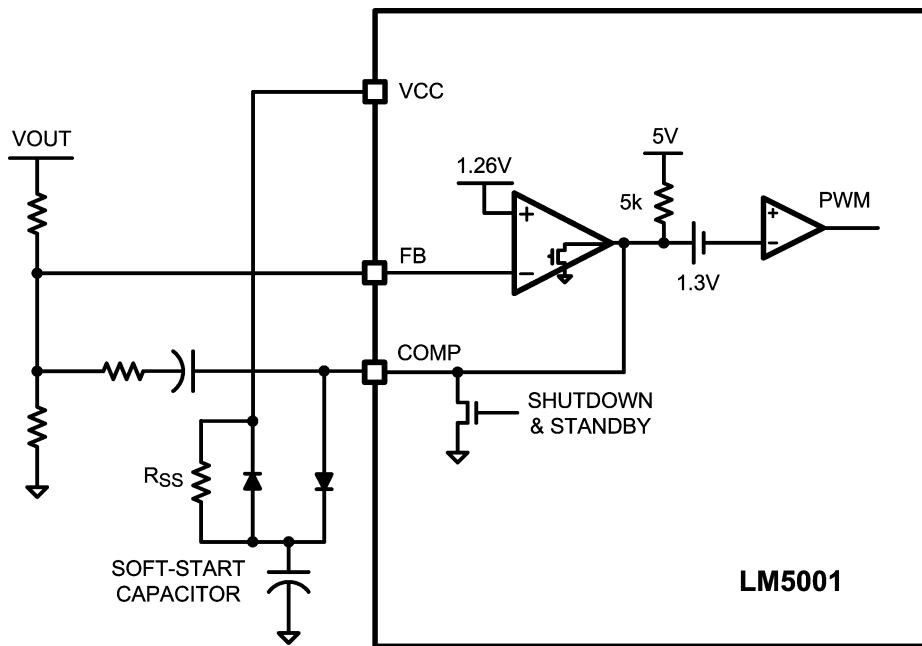

FIGURE 5. Soft-Start
最大接合部温度を超えた場合にICを保護する目的でサーマル・シャットダウン回路が内蔵されています。接合部温度スレッシュホールドの165に達すると、レギュレータは強制的に低電力スタンバイ・モードに強制され、VCCレギュレータを除くすべての機能をディスエーブルにします。熱ヒステリシスによってICがクールダウンされ、その後再度イネーブルされます。VCCレギュレータはこの間も機能し続けるため、サーマル・シャットダウン状態からのソフトスタートが要求される場合は、Figure 5に示すソフトスタート回路を追加する必要があります。
ソフトスタート (SS) は、Figure 5 に示すように、ダイオードを介して COMP に接続されている外付けのコンデンサによって実現できます。シャットダウンやスタンバイ・モード時に、COMP の放電用 MOSFET が導通し、COMP 電圧を PWM オフセット (1.3V) 未満に保ち、それによって PWM パルスを抑止します。EN ピンが 1.26V のスタンバイ・スレッシュホールドを超えると、エラー・アンプが COMP 電圧を上げようとして、エラー・アンプ出力では電流のシンクだけが行われるため、内部 COMP プルアップ抵抗 (約 5k) が SS コンデンサに充電電流を供給します。SS コンデンサは、出力電圧がレギュレートされ、FB が COMP と PWM デューティ・サイク